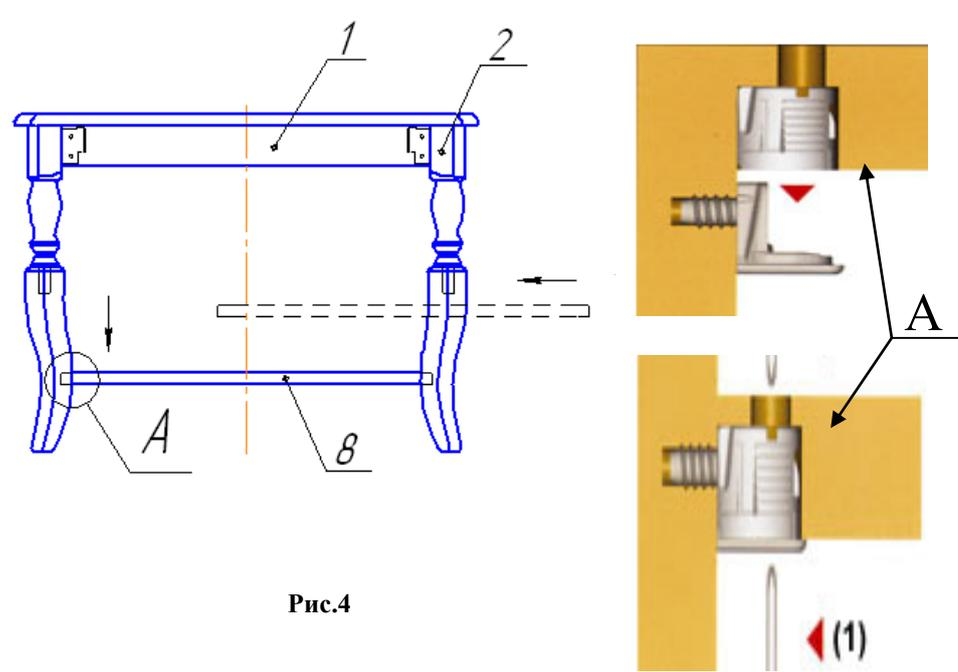

Рис.4
6. Полку (8) со вставленными пластиковыми корпусами полкодержателей положить на опоры (7) вкрученные в ноги (2) и зафиксировать с помощью отвертки поворотом винта на 90 градусов – рис. 4